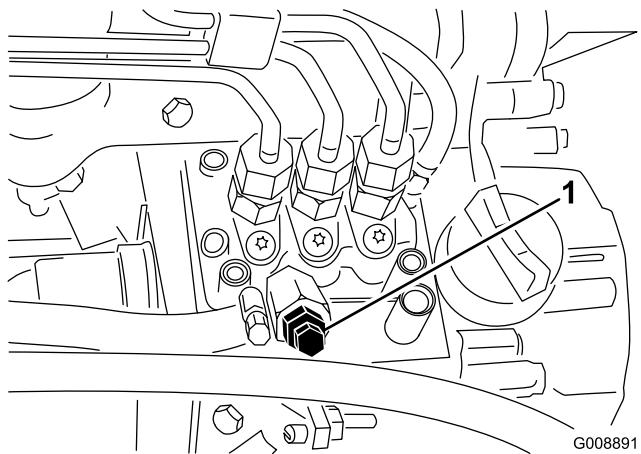

図 38
- 燃料噴射ポンプについているエア抜きネジ(図 38)をゆるめる。